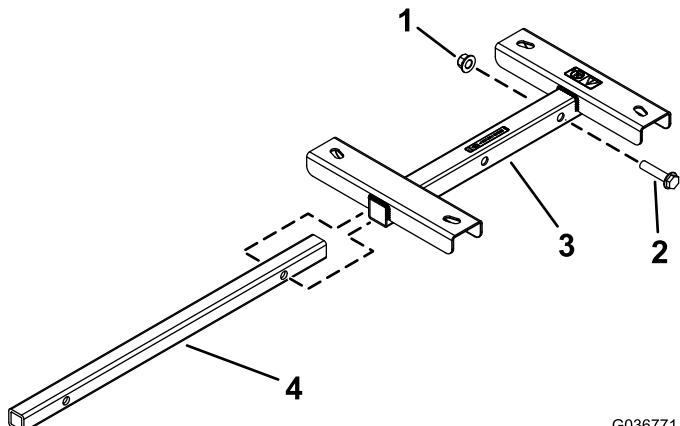

图1
1. 将管道支架插入软管卷底座，直至管道支架中的孔与软管卷底座最远端的孔对齐（图1）。
2. 如图1所示，用六角头螺丝 (1/2 x 2-1/4 英寸) 和锁紧螺母 (1/2 英寸) 将管道支架固定到软管卷底座上。